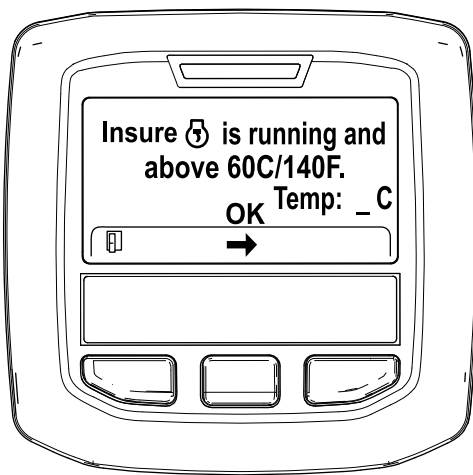

Figura 29
5. Se a temperatura do líquido de refrigeração for inferior a 60°C, surge a mensagem "Insure  is running and above 60°C/140°F" (Confirme que está a trabalhar e acima de 60°C/140°F) (Figura 29).